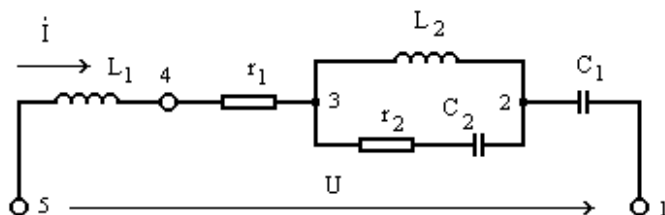

Рис.6.3
3. Для схемы двухполюсника (рис. 6.3) заданы параметры: $L_1 = 5$ мГн; $r_1 = 150$ Ом; $C_1 = 0,667$ мкФ; $L_2 = 10$ мГн; $r_1 = 100$ Ом; $C_2 = 1$ мкФ; текущее напряжение на входе $u = 10 \cdot \sqrt{2} \cdot \sin(10^4 \cdot t)$ В. Найти текущее напряжение $u_{C_2}(t)$ на конденсаторе C_2 .